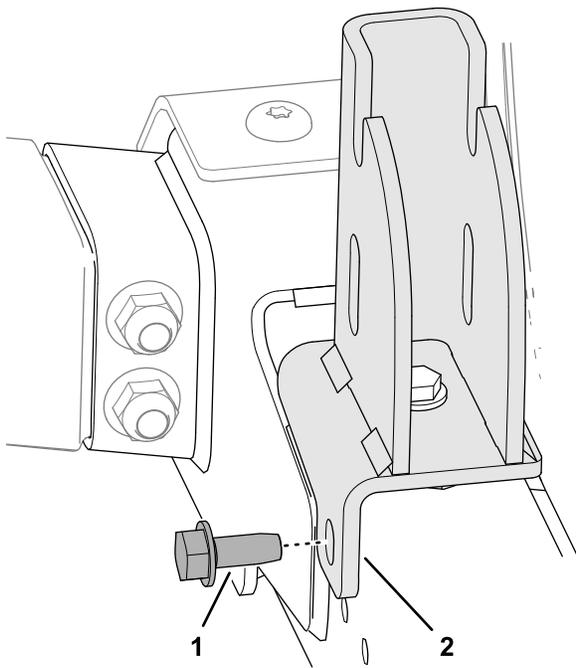

Figura 9
- 2. Fissate la staffa al lato della guida sinistra del telaio (Figura 9) con una vite a testa flangiata (5/16" x 3/4").